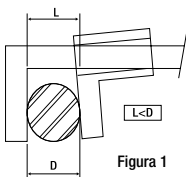

Figura 1
- Não aplique pressão demasiada ao medir (Figura 1).